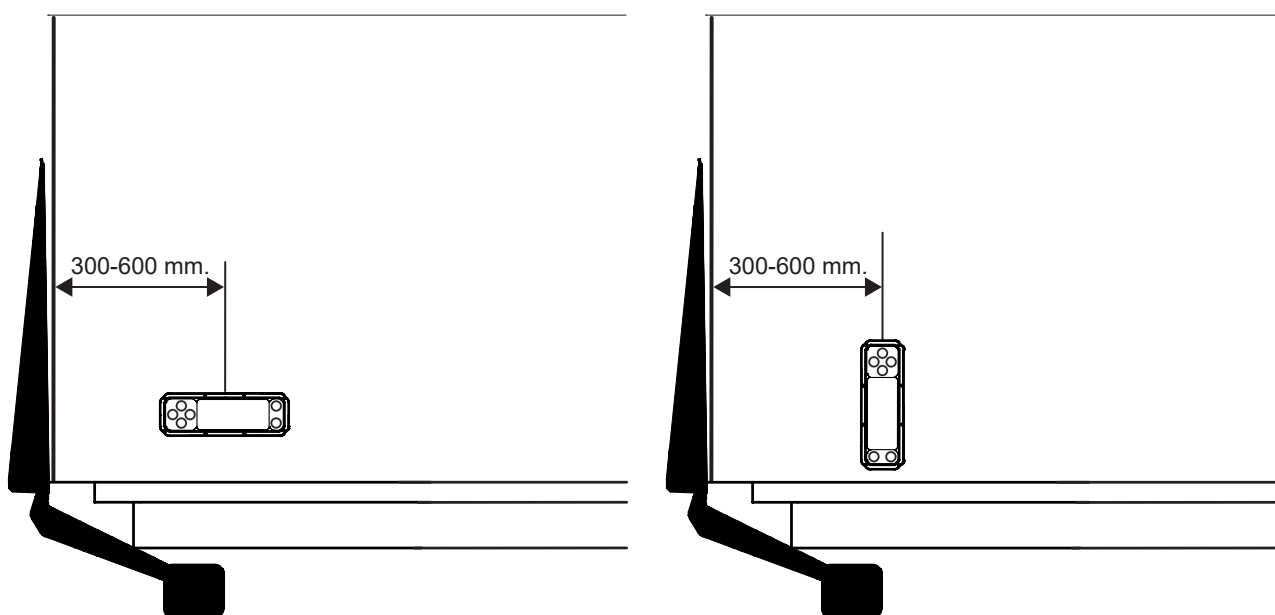

Imagen 64. Montaje del actuador
5. A continuación, monte el actuador en el armario. Imagen 64